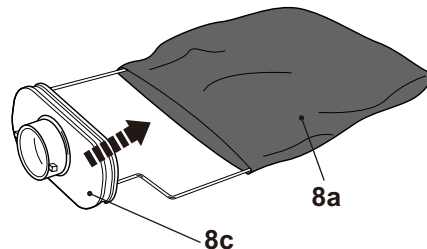

Fig. 17
- > Retire la bolsa de recogida de polvo (8a) del conector (8c) (Fig. 17) y vacíe el polvo en una bolsa de basura adecuada.